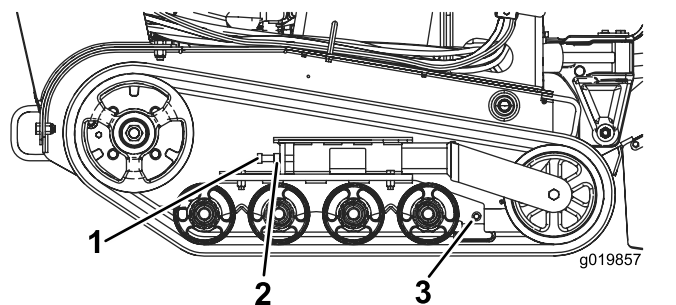

Figure 46
3. Desserrez l'écrou de blocage sur le boulon de réglage de tension de la chenille et les boulons de serrage du bras de tension (Figure 46).
4. Serrez le boulon de réglage de tension à un couple de 32,5 à 40 N·m pour tendre la chenille (Figure 46).
4. Desserrez le boulon de réglage de tension et l'écrou de blocage (Figure 46).